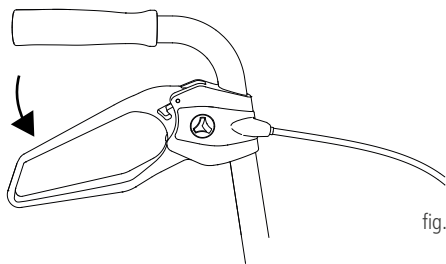

fig. 6
1. Per bloccare i freni (freni di stazionamento) premere le leve dei freni verso il basso (fig. 6). Scatteranno in posizione con un suono percettibile.